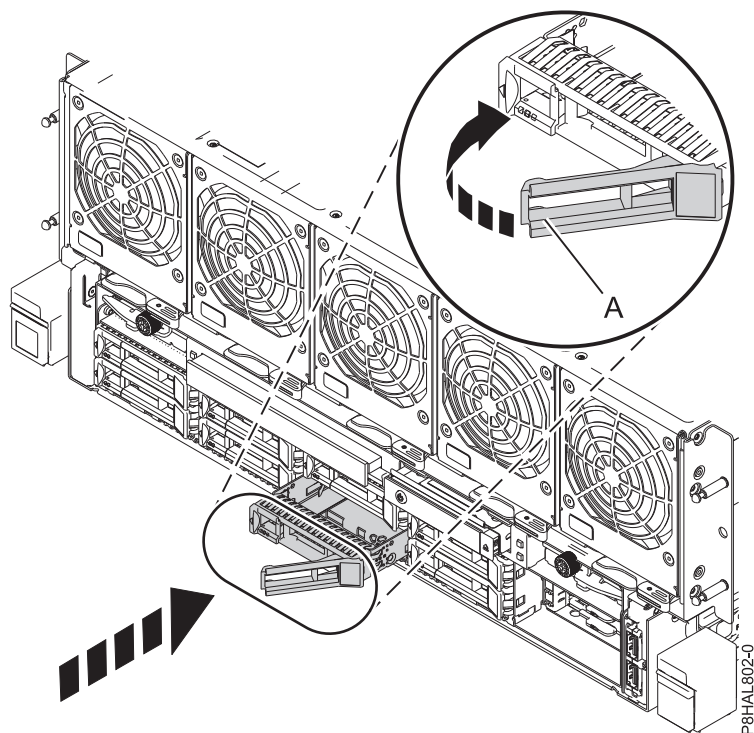

Figura 3. Instal·lació d'una unitat de disc en un sistema 8408-44E o 8408-E8E
3. Desbloquegeu la nansa del compartiment d'unitats **(A)** prement-la i estirant-la cap a vosaltres. Si la nansa no s'estén del tot, la unitat no podrà lliscar en el sistema. Consulteu Figura 3 a la pàgina 6.
5. Feu lliscar la unitat fins que quedi al fons del sistema i empenyeu la nansa del compartiment d'unitats **(A)** fins que quedi bloquejada, tal com es mostra a Figura 3 a la pàgina 6.